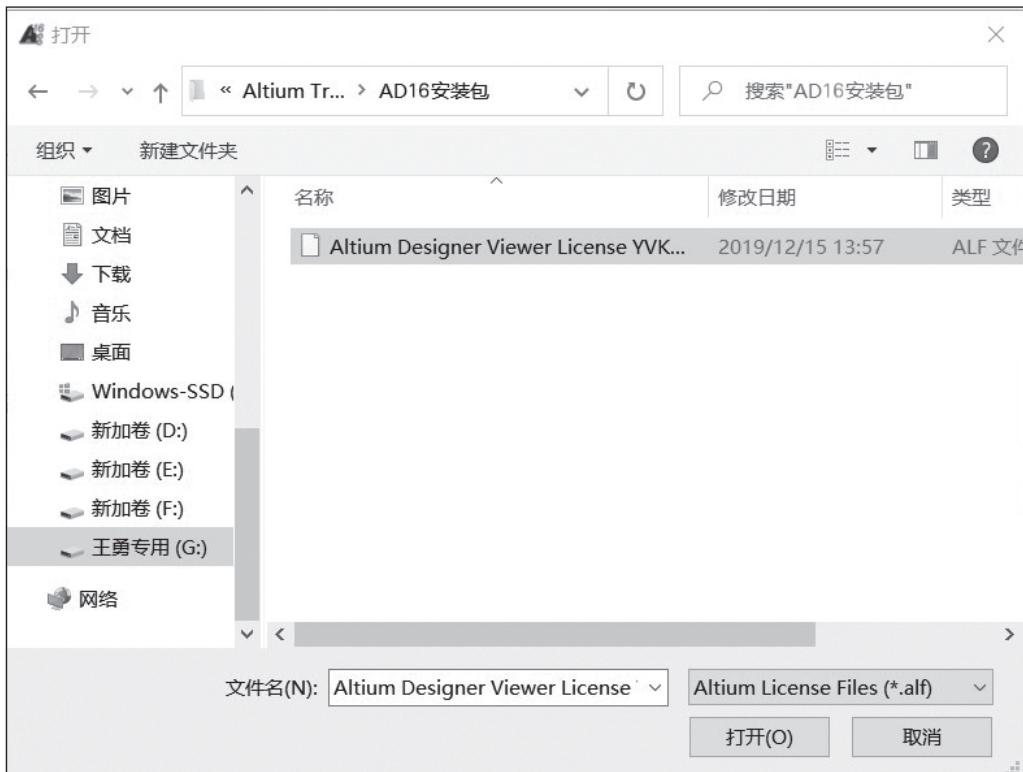

图 1-13 查找静态授权文件路径
(6) 单击图 1-11 所示的框内文字, 进行静态许可文件的安装, 单击后就会出现图 1-13 所示的界面。